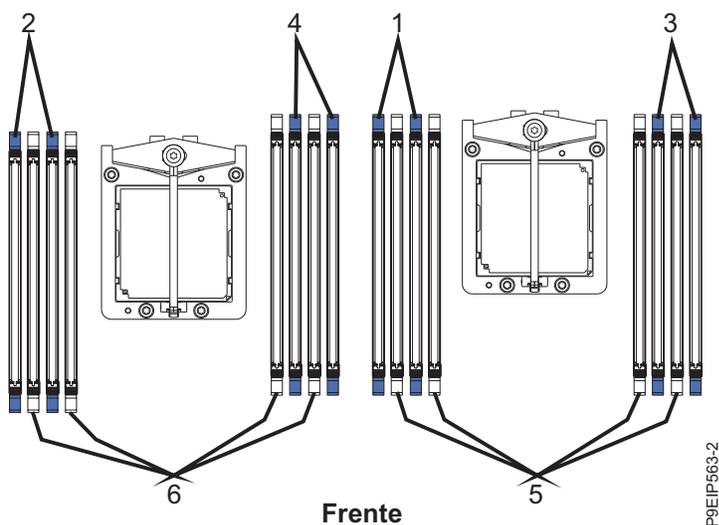

Figura 13. Sequência de conexão de memória de dois processadores
- Para um sistema de dois processadores, use Tabela 2 e Figura 13 para determinar o posicionamento da memória.